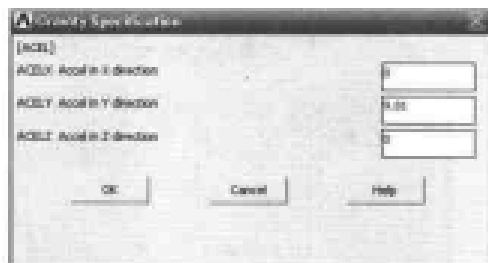

图 14-48 输入重力加速度对话框
(13) 选择 Main Menu | Solution | FLOTRAN Set Up | Flow Environment | Gravity 命令, 出现 Gravity Specification 对话框, 在 ACELY Accel in Y direction 文本框中输入 9.81, 如图 14-48 所示, 单击 OK 按钮关闭该对话框。